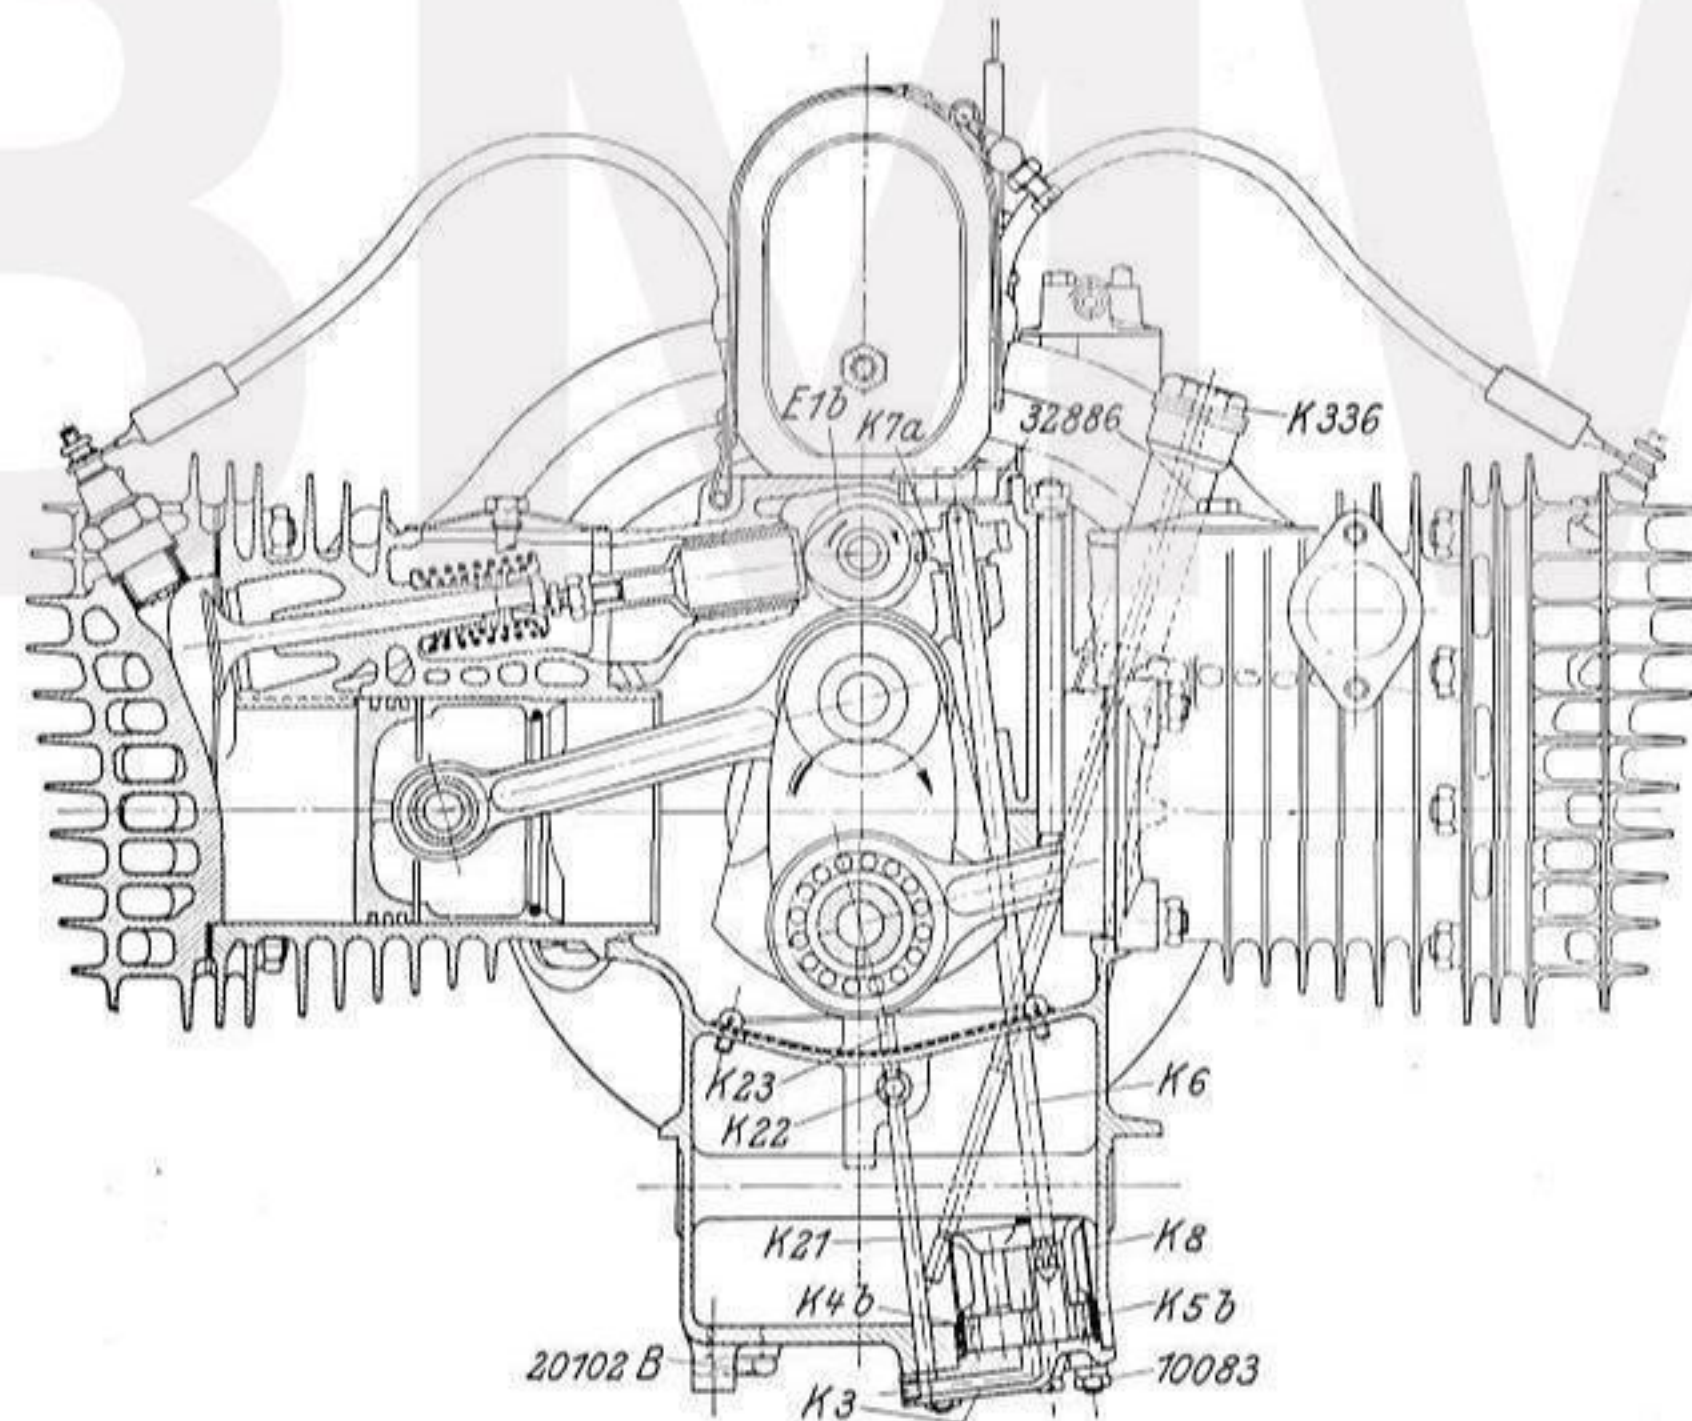

Abb. 14 Tourenmotor mit teilweisem Querschnitt durch die Zylindermitte
Wichtig! Vor Auseinandernehmen der Motorgehäusehälften zuerst Verschlussschraube 32886 entfernen, dann Antriebswelle K 6 mit Schneckenrad K 7 a mittels Flachzange herausziehen. (Abb. 14).
9. Schmierung und Ölkontrolle: Die Schmierung erfolgt unter hohem Druck vollkommen selbsttätig wie bei einem neuzeitlichen Kraftwagenmotor, sodaß ausreichende Ölversorgung auch bei höchster Beanspruchung sichergestellt ist. Eine im Motorgehäuseunterteil eingebaute Zahnradpumpe (Abb. 14) saugt durch einen Seiher **K 8** das Öl durch die Tätigkeit der beiden Zahnräder **K 5b** und **K 4b** an, von denen das erstere mittels einer Welle **K 6** und Schnecken-